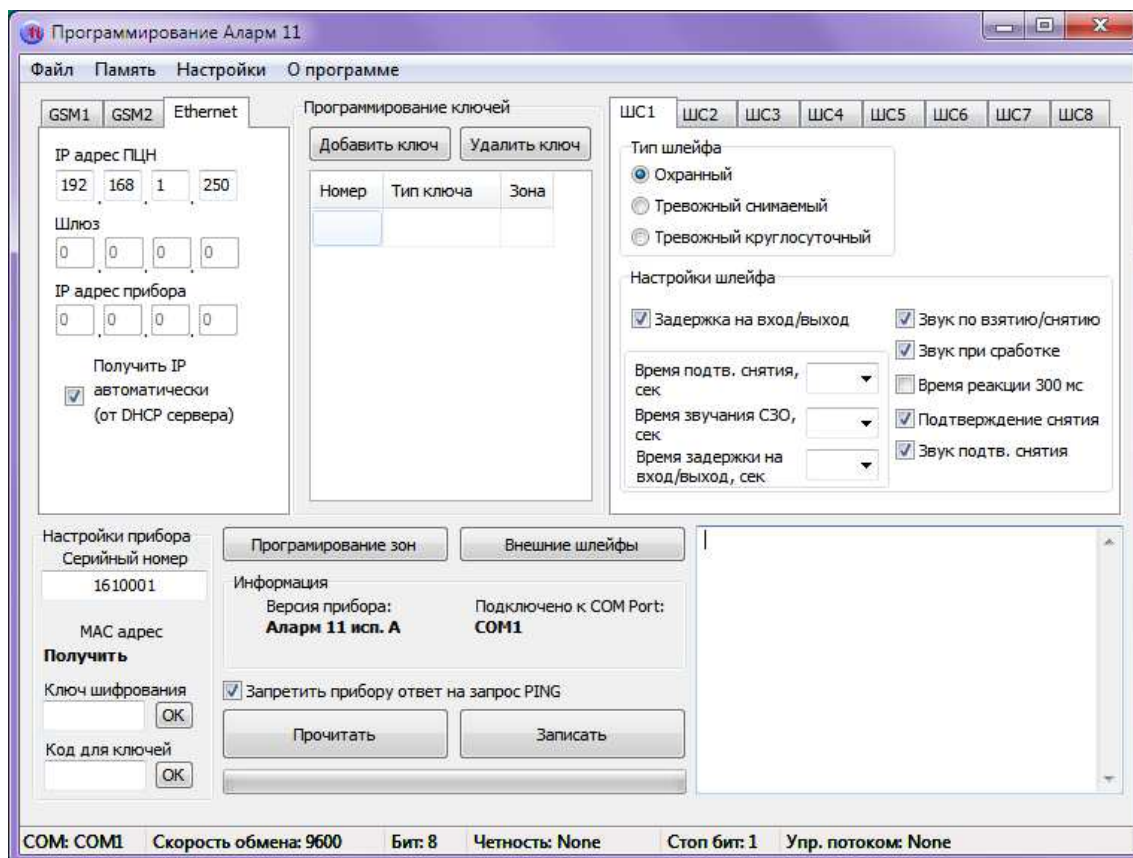
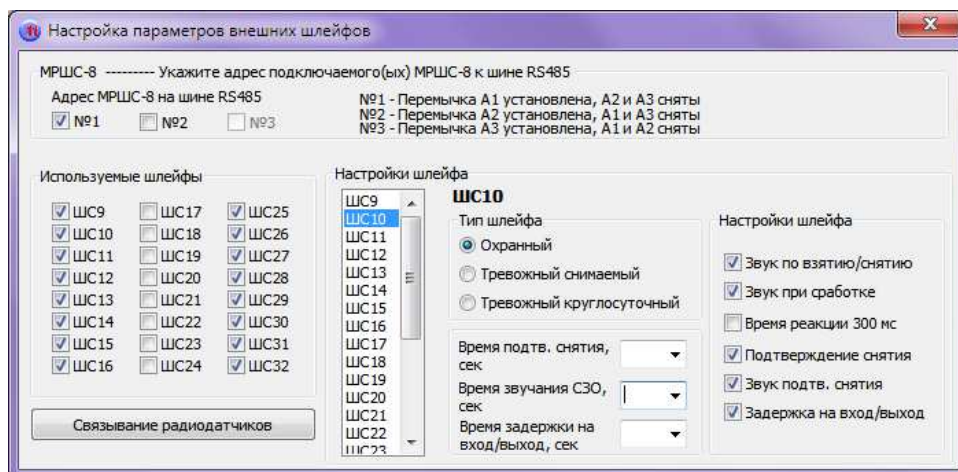
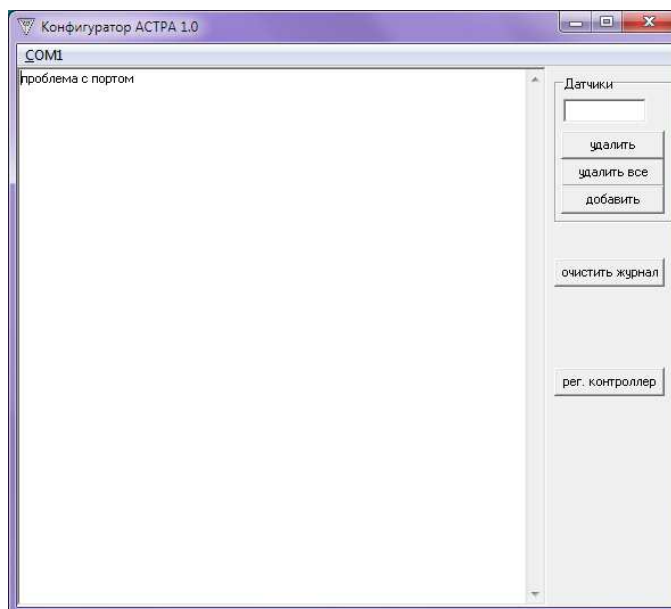

Рисунок 5
Рисунок 6
Рисунок 10
3.2.1 Для настройки параметров внешних ШС в основном окне «Программирование Аларм-11» (рисунок 5) выбрать вкладку «Внешние шлейфы». Далее, в окне «Настройка параметров внешних шлейфов» (рисунок 6) необходимо выбрать варианты подключения внешних устройств с учетом количества ШС (МРШС–8 (до 3-х), Аларм–БРШС, Астра-РИ-М-РР). **Примеры вариантов выбора подключения ШС приведены в приложении А.**
3.3.1 В окне «Настройка параметров внешних шлейфов» (Рисунок 6) выбрать вкладку «Связывание радиодатчиков».
3.3.5 После связывания всех радиоканальных ОИ с прибором нажать в главном меню «Файл / Выход». В результате выполнения этой команды на экране ПЭВМ вновь появится окно (рисунок 6). Далее в соответствии с 3.2.7.
3.4.1 Для настройки радиоканального оборудования, в окне «Настройка параметров внешних шлейфов» (Рисунок 6) выбрать вкладку «Связывание радиодатчиков». На экране ПЭВМ появится окно «Конфигуратор Астра» (рисунок 10).
3.4.10 После связывания всех радиоканальных ОИ с прибором закрыть окно конфигуратора. В результате выполнения этой команды на экране ПЭВМ вновь появится окно «Настройка параметров внешних шлейфов» (рисунок 6). Далее в соответствии с 3.2.7.